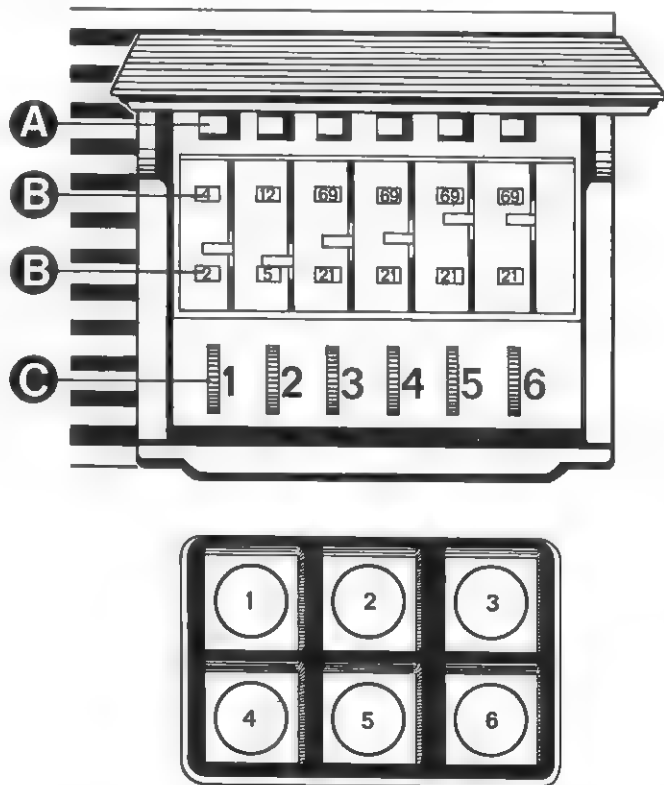

Fig. 5
De in de recorder ingebouwde TV-afstemeenheid is in feite een TV-ontvanger, t/m luminantie, chrominantie en audio-detector. De bedieningsorganen ervan zijn dan ook beperkt tot die van het afstemgedeelte, n.l. de drukknoppen 13 en de voorkeuzeafstemregelaars (14) Fig. 5, die zichtbaar worden wanneer het dekseltje erboven omhooggeklapt wordt.